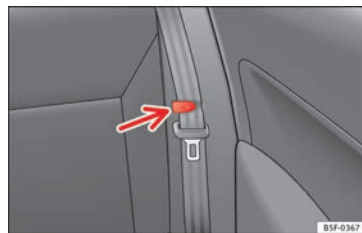

Fig. 150 Pinza para sujetar el cinturón de seguridad.
- Coloque los cinturones de seguridad laterales en la pinza del revestimiento » fig. 150.